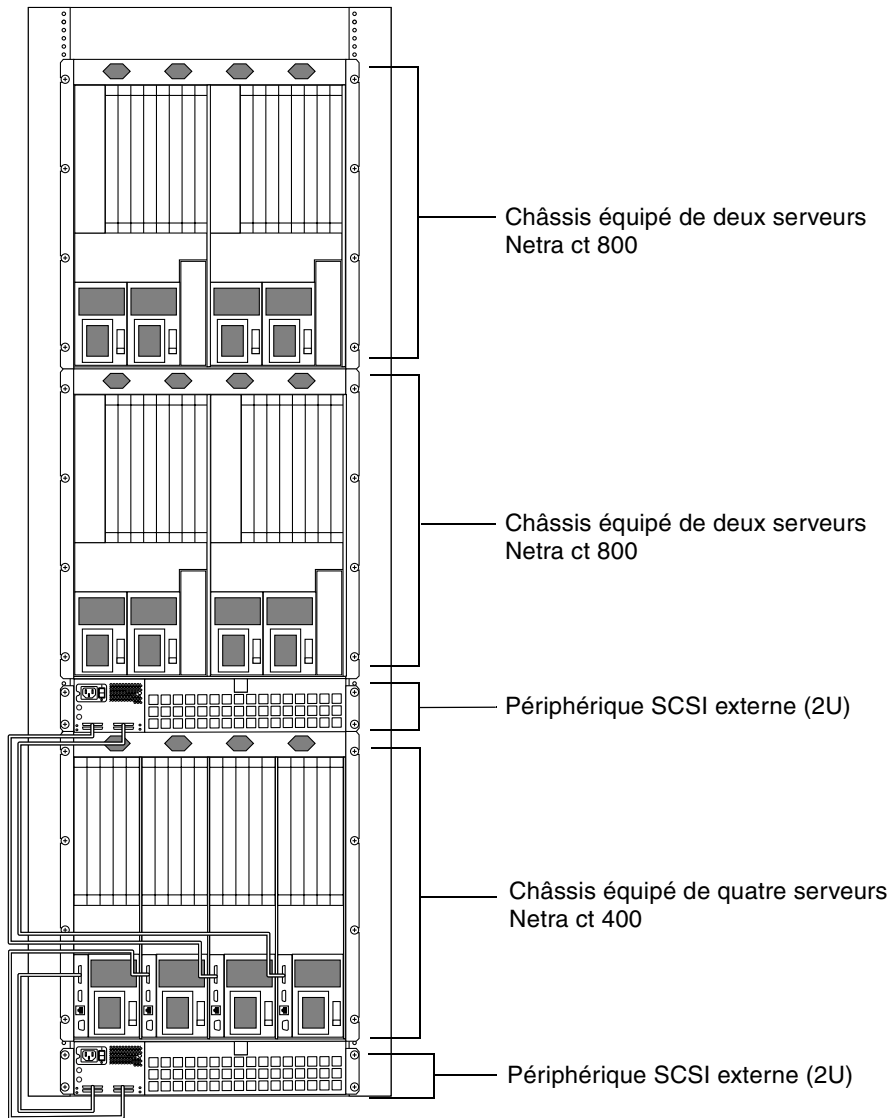

FIGURE 2-4 Exemple de configuration 2 : trois châssis, deux périphériques SCSI externes
- FIGURE 2-4—Exemple de configuration 2 : trois châssis, deux périphériques SCSI externes